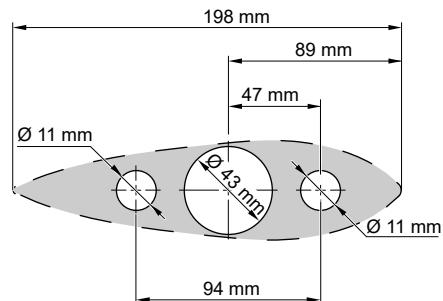

Fig. 9: Dimensions
1. Pour le montage du pod, percez trois trous dans la coque, cf. "Fig. 9: Dimensions".